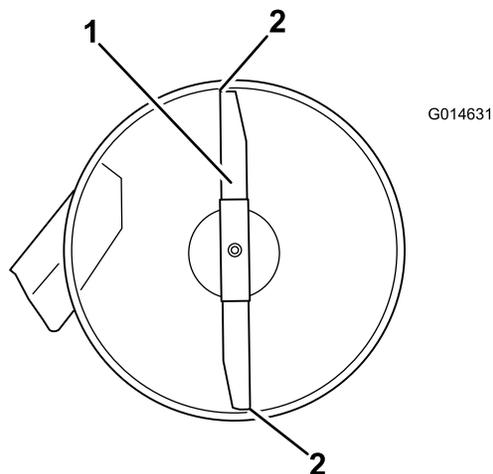
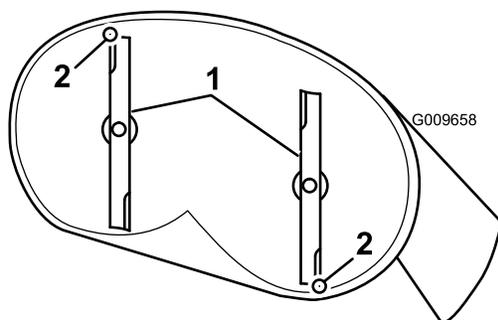
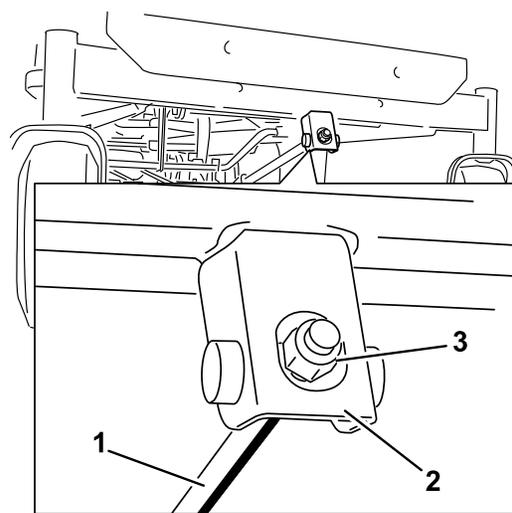

Figure 63
Figure 64
Figure 65
- Faites pivoter les lames avec précaution pour faire passer les pointes avant à l'arrière (Figure 63 et Figure 64).
- Mesurez la distance entre la pointe de la lame avant et la pointe de la lame arrière par rapport à la surface plane (Figure 63 et Figure 64).
- Pour régler l'inclinaison avant/arrière des lames, tournez l'écrou de réglage à l'avant du plateau de coupe (Figure 65).
- Une fois le réglage effectué, vérifiez à nouveau l'inclinaison avant/arrière des lames ; continuez d'ajuster l'écrou jusqu'à ce que la pointe avant de la lame soit de 1,5 à 8 mm plus basse que la pointe arrière (Figure 64 et Figure 65).